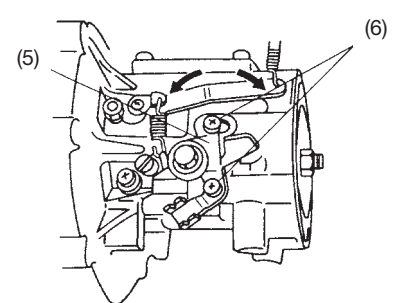

Fig. 12C
- 2) För justering av regulatorn skall du lossa skruvorna (6) som fasthåller styrspaksenheten (5) på vevhuset och sedan skjuta enheten åt höger eller vänster tills du erhåller det maximala varvtalet på 6500 rpm. (Skjut styrspaken åt vänster, så att varvtalet ökas. Skjut den åt höger, så att varvtalet minskas.) (Fig. 12C)